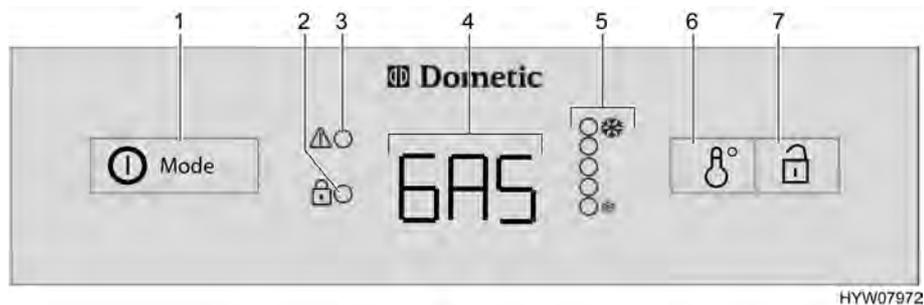

Fig. 192 Boutons de commande pour le réfrigérateur (Dometic Série 8 avec AES)
En cas de dysfonctionnement, l'indicateur DEL de dysfonctionnement "⚠" (Fig. 192,3) clignote.
Lorsque l'alimentation 230 V n'est **pas** branchée et le moteur du véhicule est à l'**arrêt**, le AES choisira automatiquement l'alimentation en gaz. Dès que le fonctionnement au gaz est activé, la veilleuse de sécurité s'ouvre automatiquement, de sorte que le gaz peut arriver au brûleur. En même temps, l'allumage électronique est connecté. Si la flamme s'éteint, p. ex. en raison d'un courant d'air, l'allumage s'active automatiquement et rallume le gaz. En cas de dysfonctionnement du régime au gaz, le texte "GAS" clignote dans le voyant de contrôle (Fig. 192,4).
Lorsque le réfrigérateur est mis en marche, il choisit automatiquement la température moyenne du thermostat. Ce réglage peut cependant être corrigé manuellement à l'aide d'interrupteur réglage de la température (Fig. 192,6). Les indicateurs DEL (Fig. 192,5) indiquent le réglage du thermostat sélectionné. La température de réfrigération de tous les trois types d'énergie est réglée par le même interrupteur. Il faudra attendre quelques heures jusqu'à ce que le réfrigérateur ait atteint sa température normale de réfrigération. Il garde toutefois son réglage de température lorsqu'on change d'un mode à un autre. La température de réfrigération est maintenue indépendamment du type d'énergie choisi.
- Appuyer sur le commutateur/sélecteur de source d'énergie (Fig. 192,1) pendant 2 secondes pour mettre l'appareil en marche. Le dernier mode de fonctionnement sélectionné est indiqué dans le voyant de contrôle (Fig. 192,4).
- Choisir le type d'énergie à l'aide du commutateur/sélecteur de source d'énergie (Fig. 192,1).
- Régler la température de refroidissement sur l'interrupteur de réglage de la température (Fig. 192,6). Les indicateurs DEL (Fig. 192,5) indiquent le réglage du thermostat sélectionné.
- Appuyer pendant 2 secondes sur le commutateur/sélecteur de source d'énergie (Fig. 192,1). Tous les indicateurs s'éteignent.